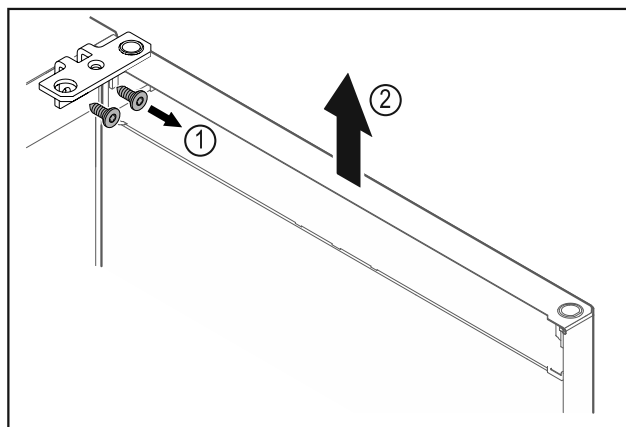

Fig. 5
- ▶ Отвинтите шарнирные уголки Fig. 5 (1).
- ▶ Дверь вместе с шарнирными уголками поднимите строго вертикально вверх Fig. 5 (2) приблизительно на 200 мм и снимите.